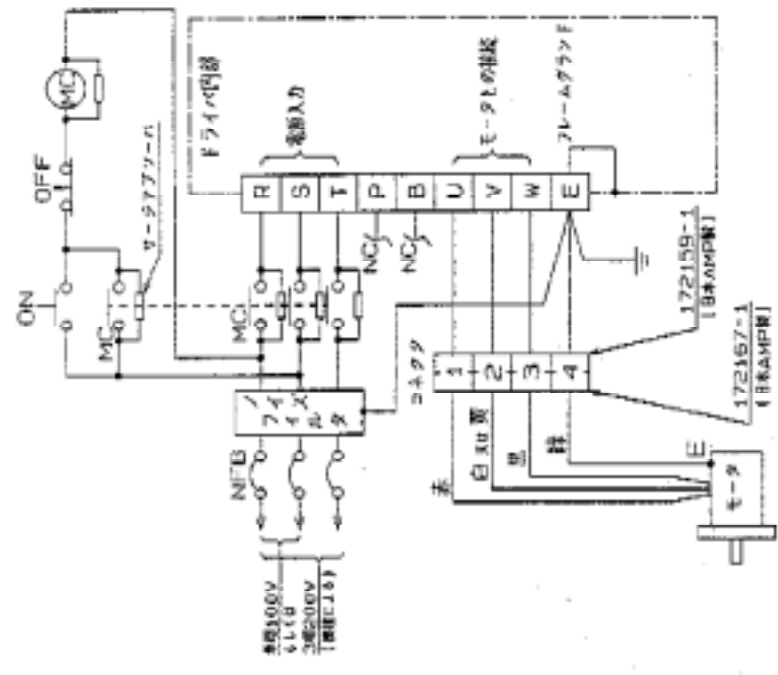

図1. 端子台への配線例
- (1) 図1の「端子台への配線例」に従って配線してください。
- (2) 配線用機器、使用電線等については、5-2項「配線用機器の選定」を参照してください。
- (3) 電源入力端子 (R, S, T) とモーター出力端子 (U, V, W) を逆接しないてください。
- (4) モーター出力端子 (U, V, W) を短絡させたり、互いに短絡させないてください。
- (5) 端子P, Bには通常何も接続しないでください。又電源投入時、P, Bには高電圧が印加されていますので触れないでください。